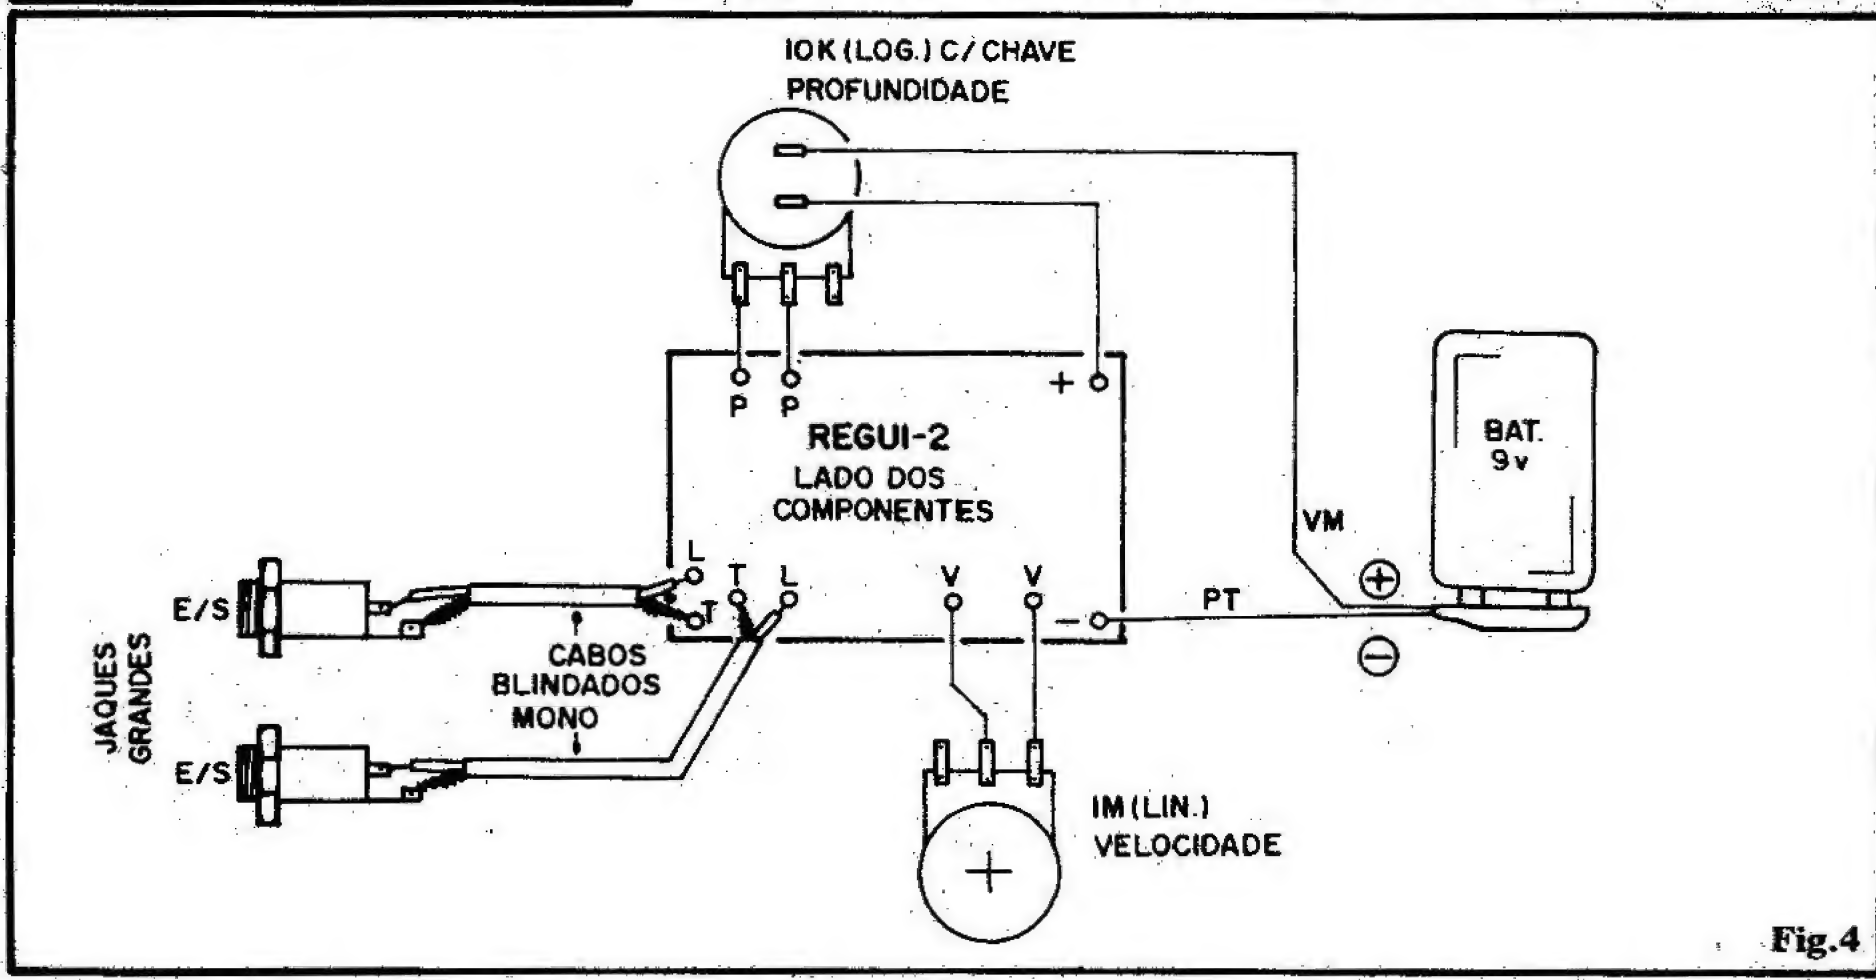

Fig.4
- **FIG. 4 - CONEXÕES EXTERNAS À PLACA** - A placa continua vista pelo lado não cobreado, enfatizando-se agora as ilhas periféricas (junto às bordas da placa), destinadas às conexões externas (comparar com a figura anterior). Observar os seguintes pontos: